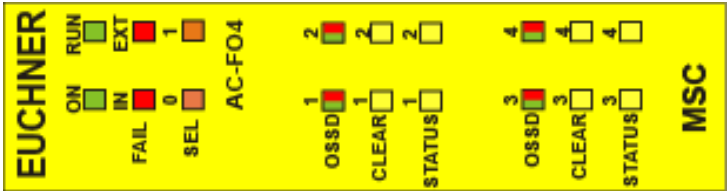

Fig. 24:
8.3.9. Módulo AC-F04 (Fig. 24)